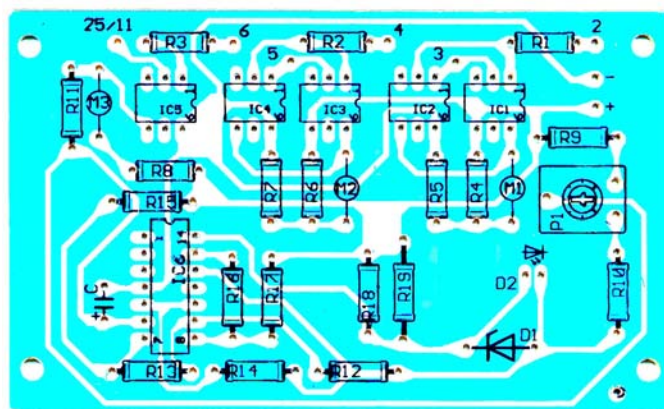

Рис.4 Схема монтажная
2. Установите все детали на печатной плате согласно рис.4 в следующей последовательности: сначала малогабаритные, а потом все остальные элементы.